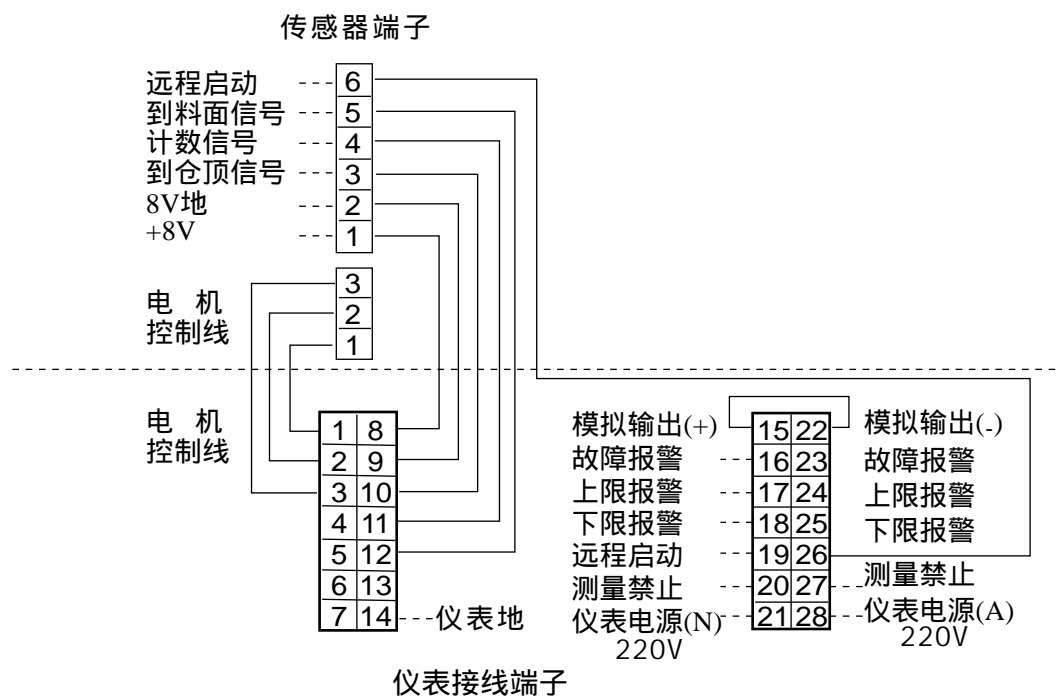

图 4 传感器与仪表的连接
如图 4 所示，传感器和仪表之间分别用一根六芯屏蔽电缆 (6 × 0.3) 和三芯电缆 (3 × 1.5) 相连接，三芯电缆为控制线，供传感器电机电源，六芯电缆为信号线。电缆一头接仪表尾端子，另一头接传感器的接线端子。
- (1) 盘装表模拟输出端子 ⑮和 ⑳ 不接远传显示时应如图 4 短接，否则仪表面板指针不动。
- (2) 端子 ⑯与 ㉓、⑰与 ⑳、⑱与 ㉕ 分别为故障报警、上限报警和下限报警。均为继电器常开接点输出（容量 AC220V，0.5A）。
- (3) 端子 ⑲和 ㉖ 接上常开按钮，每按一次可远程启动一次测量。（传感器接线板上的按钮即为远启按钮）
- (4) 端子 ㉗与 ㉙ 可外接一个开关。开关打开时可以测量、开关闭合时将禁止测量。本功能与送料系统配合使用可提高运行可靠性。
- (5) 壁挂式仪表的接线端子横放，端子号定义与图 4 所示一样。模拟输出端子 ⑮和 ⑳ 无须短接。
把仪表和传感器的连线按图 4 接好。仪表内拨动开关置“运行”，定时置“00”，仪表上电。